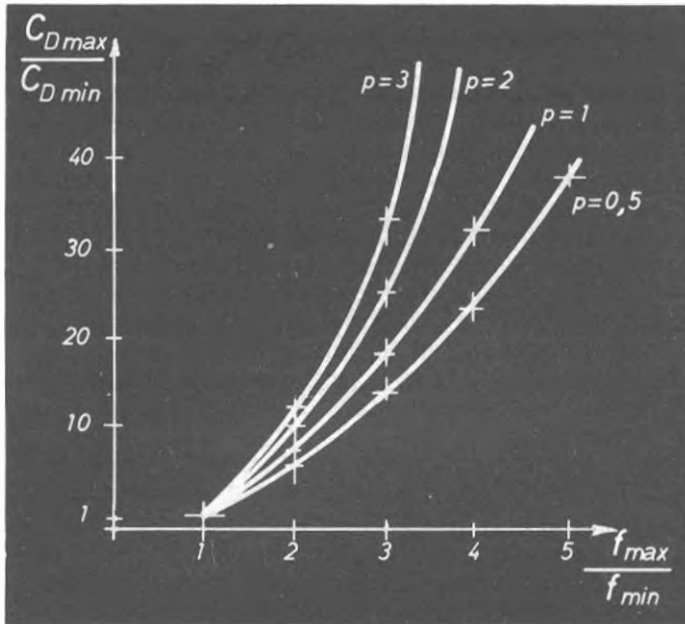

figura 6
In figura 6 è rappresentata graficamente la (2) in cui si è posto $C_p = \rho C_{D \text{ min}}$. Tale grafico è valido anche nel caso di condensatori variabili ad aria tradizionali per un rapido dimensionamento di circuiti accordati a sintonia variabile.